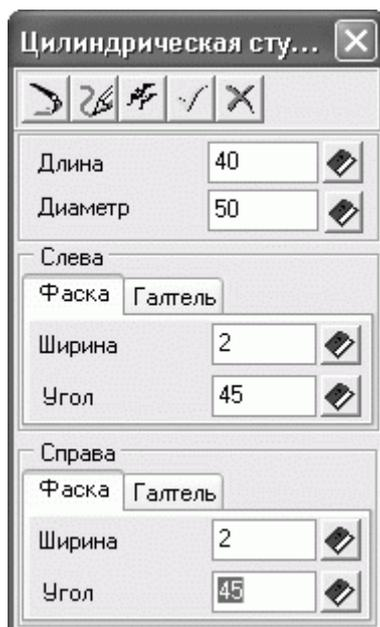
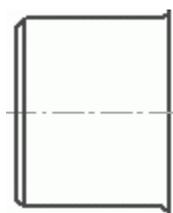

Рисунок 4 - Настройка параметров цилиндрической ступени
Рисунок 5 - Первая цилиндрическая ступень вала
3. Появится окно с параметрами цилиндрической ступени (рис. 4), в котором кроме длины и диаметра ступени можно задать параметры различных конструктивных элементов на краях ступени (фаски или галтели). Установите длину и диаметр ступени равными 40 и 50 мм соответственно, слева ступени задайте фаску с катетом 2 мм и углом 45° , а справа – галтель наружу, радиусом также 2 мм. Нажмите кнопку ОК, чтобы построить ступень (рис. 5).